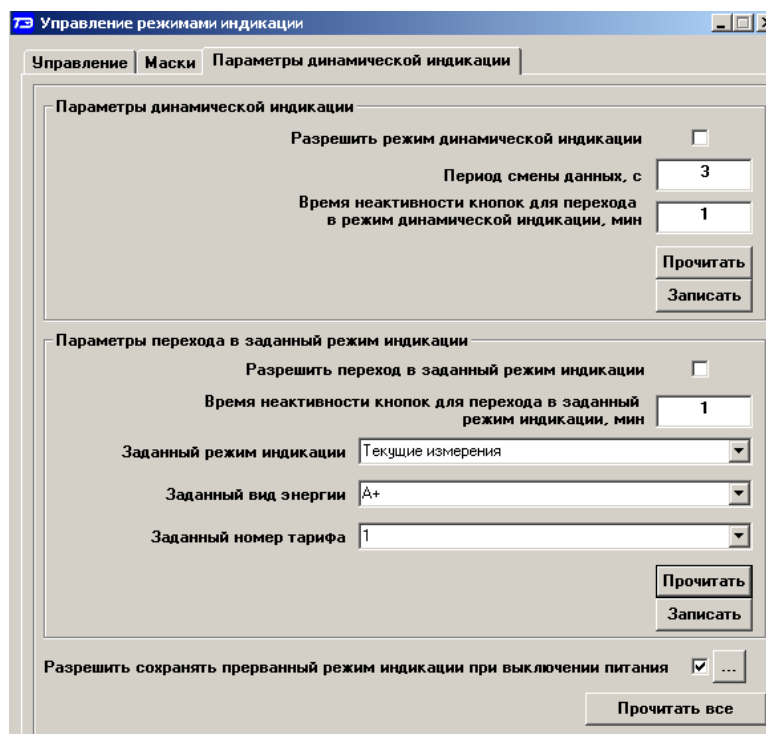

Рисунок 33 – Вкладка «Параметры динамической индикации»
17.2.5.3 Динамическая индикация запрещена при выходе счетчика с предприятия-изготовителя. Для разрешения динамической индикации нужно установить и записать следующие параметры в группе элементов «Параметры динамической индикации» (рисунок 33):
17.2.6.3 Этот режим запрещен при выходе счетчика с предприятия-изготовителя. Для разрешения режима нужно установить и записать следующие параметры в группе элементов «Параметры перехода в заданный режим индикации» (рисунок 33):